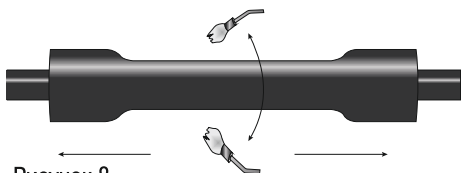

Рисунок 8
4.20 Усадить трубу, начиная от центра соединения, в направлении наружного покрова кабелей попеременно (рисунок 8).